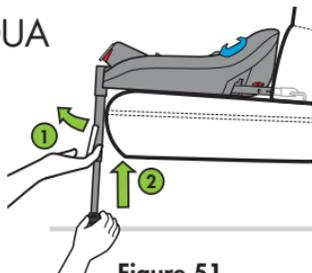

Figure 51
Ajustez le piètement de charge à la position la plus courte en tirant et en maintenant le bas de la poignée de réglage du piètement de charge (1) tout en poussant vers le haut sous le piètement de charge (2), comme indiqué à la **Figure 51**.